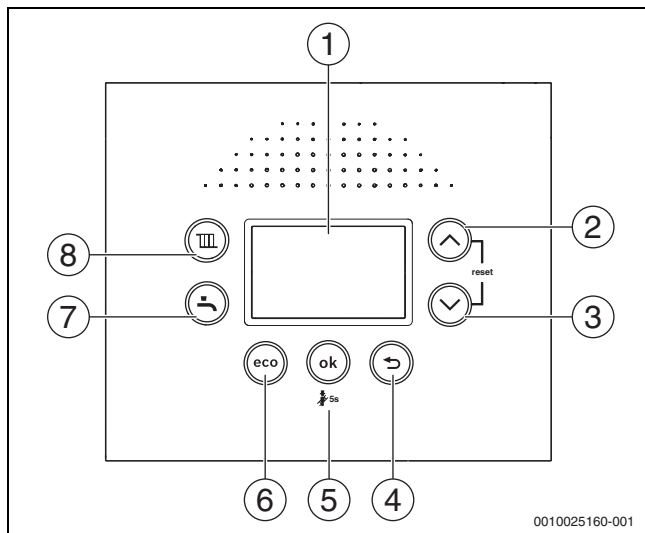

Fig. 1 Vista general del frontal de mandos
- ▶ Desconectar el aparato en la tecla  (→ fig. 1).